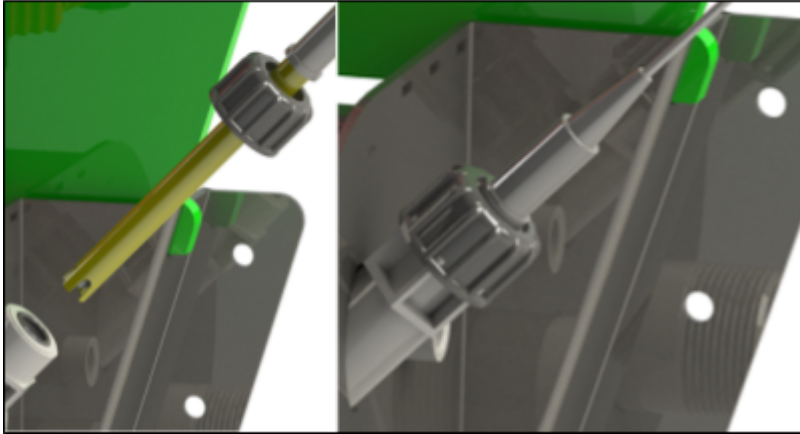

Abbildung 57.
8. Führen Sie die pH-Sonde durch die schwarze Mutter und den O-Ring, schieben Sie die pH-Sonde anschließend so weit wie möglich in den Halter und ziehen Sie die schwarze Mutter fest (siehe Abbildung 57).